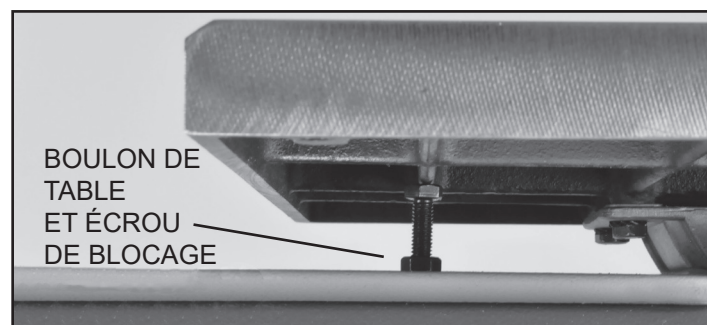

FIGURE 13
3. Assurez-vous que le boulon (#87) d'appui à 90° de la table n'interfère aucunement avec ce processus. Desserrer l'écrou de blocage (#86) du boulon et vissez le boulon vers le bas, en l'éloignant de la face inférieure de la table. FIG. 13.
6. Resserrer l'écrou de blocage de l'appui de la table en vous assurant que le réglage à 90° de la table soit maintenu. FIG. 13.